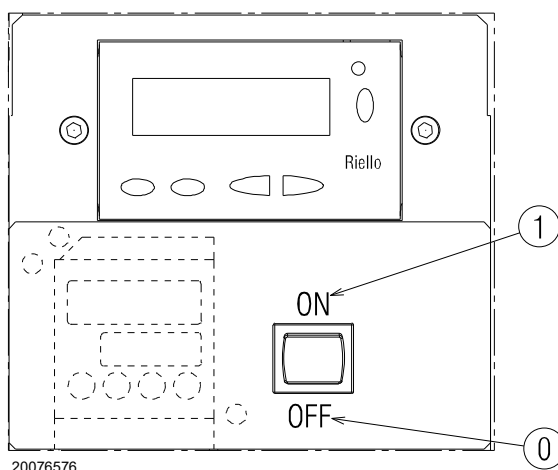

Fig. 25
Cerrar los termostatos/presostatos y poner el interruptor de Fig. 25 en posición “1/ON”.
- colocar el interruptor de Fig. 25 en la posición “0/OFF” y esperar que la caja de control ejecute la fase de apagado;
El quemador está en estado de espera de solicitud de calor o el selector "0-1" de la (Fig. 25 en la pág. 30) está en la posición "0".